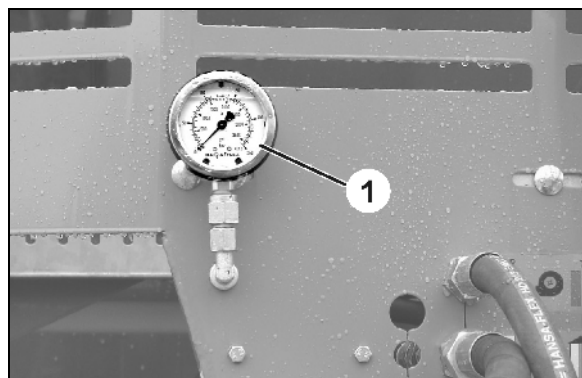

Fig. 116
2. Åbn spjældet (Fig. 116) og tøm såsæden ud i prøveudtagningsbeholderen eller en egnet beholder.